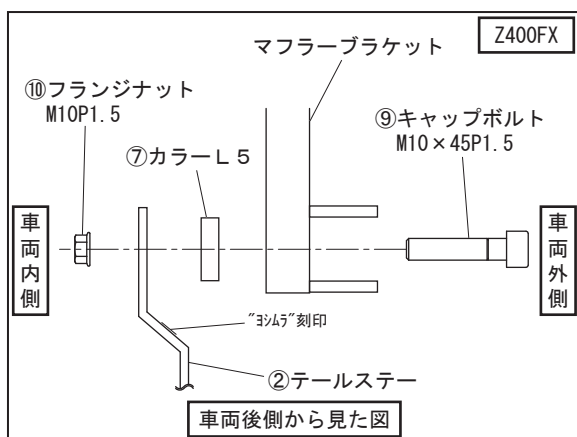

FIG. 3
6. 手順4で①マフラーASSYに取り付けたテールステーと車両のマフラーブラケットの穴位置に合わせ、Z400FXの場合は⑨キャップボルトM10×45P1.5、⑦カラーL5、⑩フランジナットM10P1.5を、Z400GP、ZEPHYR400の場合は⑦カラーL5と純正ボルト、ナットを使用して仮締めして下さい。（FIG. 3, 4 参照）